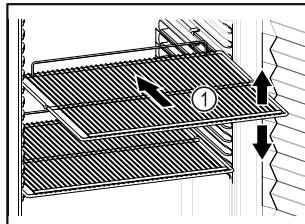

Fig. 40 Primjer izgleda
- Ako su rešetke za polaganje Fig. 40 (1) pomične, prilagodite ih po visini.